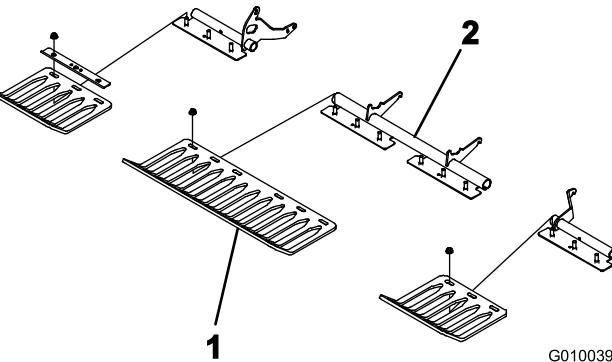

Figura 23
3. Instale, sem apertar, os protectores de relva nos suportes dos protectores de relva com 4 braçadeiras para os suportes de relva e 12 porcas flangeadas (Figura 23). Não aperte os dispositivos de fixação.